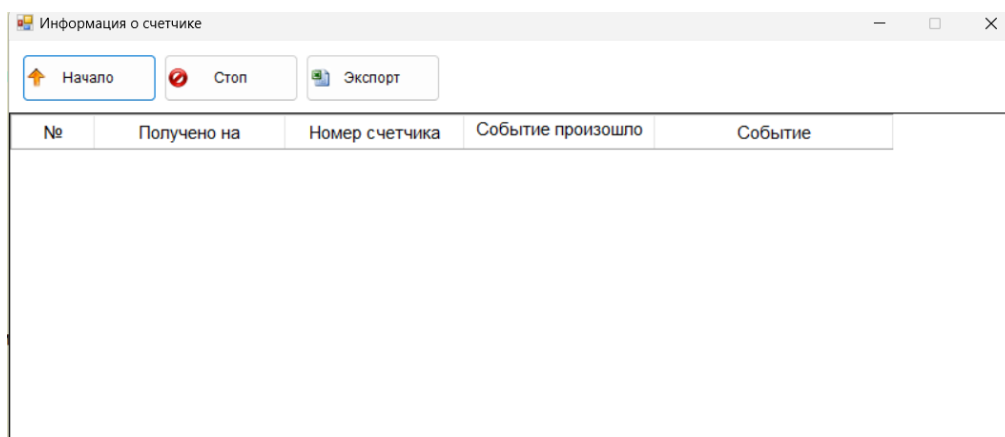

Рисунок 14 – Инициативная передача данных
– Push Alarm/ Инициативная передача данных. Открывает окно для приема сообщений о событиях (открытие крышки, магнитное воздействие и тд) от приборов учета по шине RS485 (рисунок 14) Для начала приема сообщений нажать Начало. В окне при возникновении событий будут появляться сообщения от приборов учета.